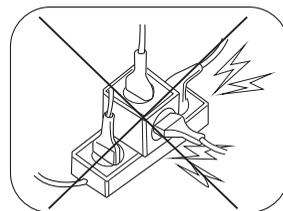

Fig.1
- ▶ Nunca utilizar extensões, adaptadores, benjamins ou transformadores de voltagem para ligação do equipamento à tomada (Fig.1 , pág. 7);
OBS: Como em qualquer outro equipamento elétrico, o aterramento é muito importante para a segurança do operador e garantia de seu equipamento. Por isso, o pino central (aterramento) nunca deve ser retirado ou cortado. **Nunca** utilize extensões, adaptadores, benjamins ou transformadores de voltagem (Fig.1). **A não observação desse procedimento poderá danificar sua cuba de ultra-som. A Cristófoli não se responsabiliza por danos causados por instalações e/ou voltagens inadequadas.**